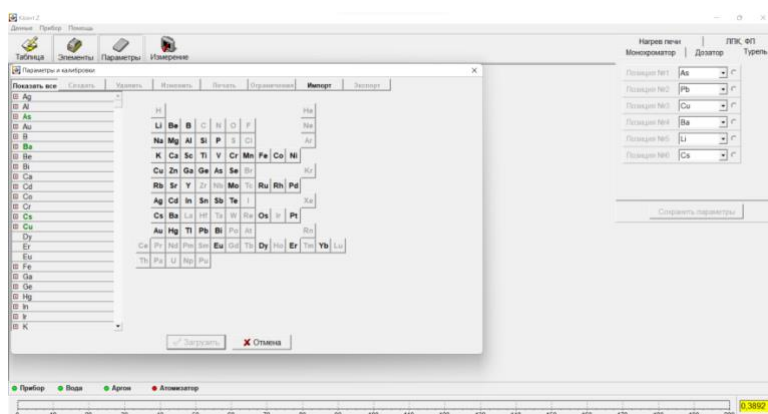

Рис. 3П – Окно «Методики и калибровки»
Атомизатор (рис. 3) состоит из электромагнита переменного тока, состоящего из сердечника 1 и обмоток 2. В воздушном зазоре между полюсов электромагнита располагается графитовая трубчатая печь 3. Свет ЛПК проходит через конические каналы в сердечнике электромагнита. Через эти каналы во внутреннюю полость графитовой печи подается внутренний поток защитного инертного газа (аргон или азот). Фокусирующие линзы располагаются
- 3.3.3** Для создания новой методики кликните по кнопке «Создать» в окне «Методики и калибровки» (Рис. 3П). Появится окно «Параметры методики». К таковым относятся: длина волны резонансной линии и ток ЛПК. По умолчанию строке «Длина волны, нм» выводится значение длины волны аналитической резонансной линии, а в строке «Ток ЛПК, мА» - рекомендуемое (номинальное) значение силы тока ЛПК.